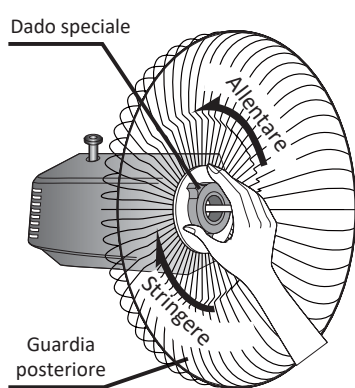

Fig. 1
1. Rimuovere l'ogiva e il dado speciale dall'albero motore. Allineare i fori della protezione posteriore con la parte anteriore del coperchio del motore e fissarli con il dado speciale. (Fig. 1)